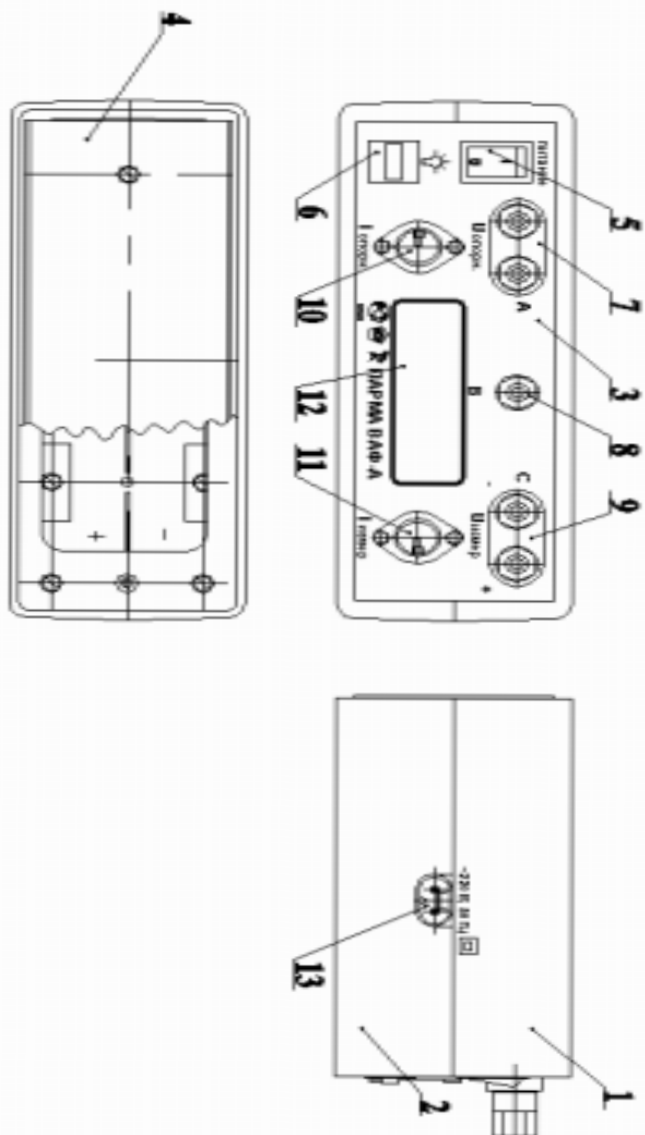

Рис.1.
Внешний вид прибора приведен на рис.1. Прибор выполнен в изолированном корпусе из ударопрочной пластмассы, является носимым и помещен в мягкую сумку с ремнем, служащую также для хранения аксессуаров. Корпус состоит из: верхней крышки (1) и основания (2), соединенных четырьмя винтами, и двух стенок передней (3) и задней (4). На задней стенке расположена крышка для размещения батареи автономного питания. На передней панели (3) имеется выключатель питания прибора (5), кнопка включения подсветки дисплея (6), двояная клемма (7) для присоединения сигнала напряжения фазы (А) или Uопорн, одиночная клемма (8) для присоединения сигнала напряжения фазы (В), двояная клемма (9) для присоединения сигнала напряжения фазы (С) или Uизмер, гнездо (10) для включения токоизмерительных клещей Iопорн, гнездо (11) для включения токоизмерительных клещей Iизмер, дисплей (12). На основании сбоку расположено гнездо для подключения питающей сети 220В (13).